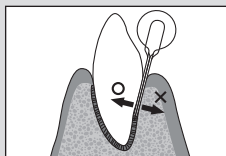

Fig. 4
Puntos para recordar: Como la resorción ósea ocurre fácilmente en el lado del labio, se requiere precaución al mover el apéndice de la punta para no dañar el hueso alveolar (Fig. 4). Habrá que tener también cuidado con el contacto con el diente existente.
- Para prevenir daños en el hueso alveolar, mueva el ápice de la punta a lo largo del diente en la mayor medida posible (Fig. 4).